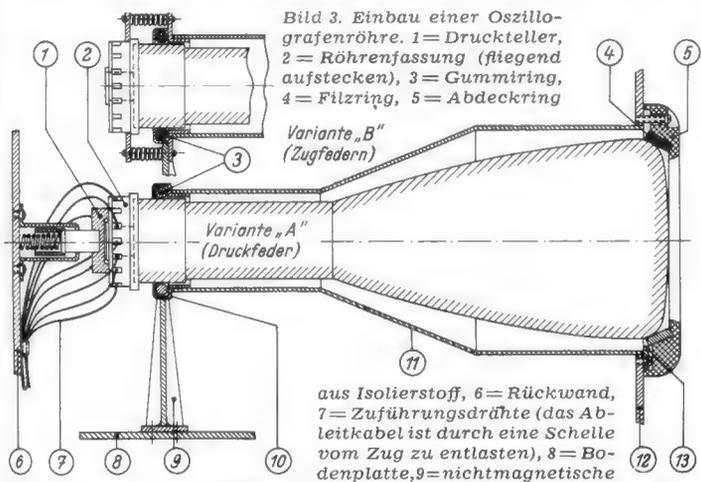

Bild 3. Einbau einer Oszillografenröhre. 1 = Druckteller, 2 = Röhrenfassung (fliegend aufstecken), 3 = Gummiring, 4 = Filzring, 5 = Abdeckring
1. Um Glasspannungen beim Einbau zu vermeiden, die zur Zerstörung der Röhre führen können, empfiehlt sich eine elastische Röhrenhalterung nach Bild 3. Hierbei ist zu beachten, daß die Teile 9, 10, 12 und 13 aus nichtmagnetischem Material sein müssen.